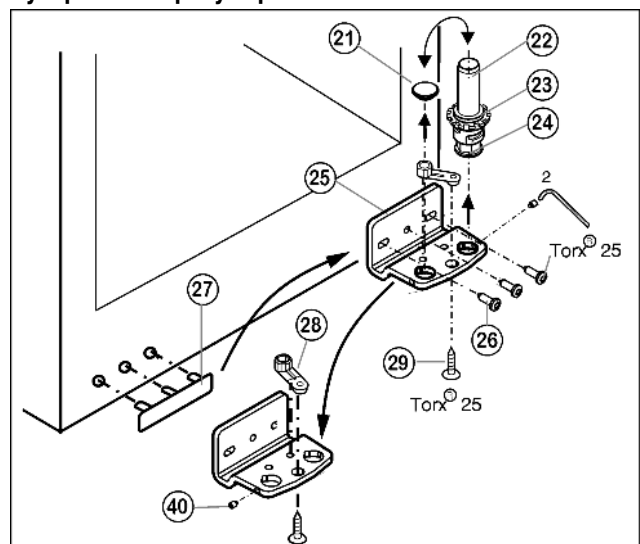

Fig. 6
- ▶ Отвинтите установочный винт Fig. 6 (40) приблизительно на один оборот прилагаемым торцевым ключом.
- ▶ Извлеките опорный винт Fig. 6 (22) в комплекте с шайбой Fig. 6 (23) и регулируемой опорой Fig. 6 (24), вывинчивая его вверх.
- ▶ Снимите пробку Fig. 6 (21).
- ▶ Открутите Fig. 6 (26) опорный кронштейн Fig. 6 (25).
- ▶ Полностью выкрутите установочный винт Fig. 6 (40) и вкрутите на противоположной стороне на нижнем опорном кронштейне, чтобы он был заподлицо с этим кронштейном.
- ▶ Открутите Fig. 6 (29) опорную деталь Fig. 6 (28) и, переставив в отверстие на противоположной стороне опорного кронштейна, снова прикрутите.
- ▶ Переставьте пробку Fig. 6 (21) в свободное отверстие.
- ▶ Осторожно снимите и переставьте на противоположную сторону крышку со стороны ручки Fig. 6 (27).
- ▶ Снова прикрутите опорный кронштейн Fig. 6 (25) на новой стороне шарнира (с моментом 4 Нм). При необходимости используйте аккумуляторный шуруповерт.
- ▶ Вновь установите опорный винт Fig. 6 (22) в комплекте с шайбой и регулируемой опорой.
- ▶ Затяните установочный винт Fig. 6 (40).
- ▶ Установите дверцу сверху на нижний опорный палец Fig. 6 (22).
- ▶ При необходимости выровняйте дверцу через два продольных паза в нижнем опорном кронштейне Fig. 6 (25) параллельно корпусу устройства. Для этого выкрутите средний винт.